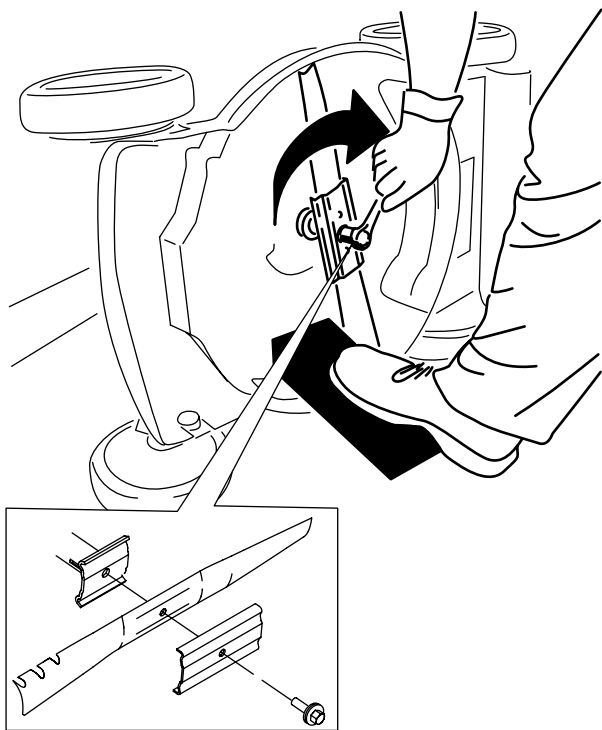

図 25
5. 新しいブレードを取り付ける。外したボルト類を使用する 図 25。